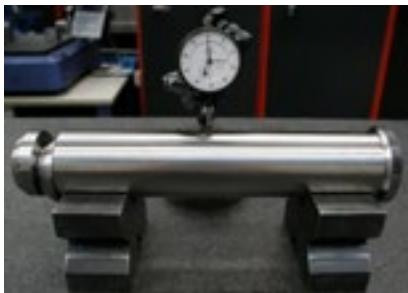

Fig.6
5.2 Mindestens alle 12 Monate eine Prüfung der Zylindrizität durchführen, um eventuelle permanente Deformationen (siehe **Fig.6**) auszuschließen: Bei Abweichungen, die größer als 0,3 mm sind, die jeweiligen Tragbolzen austauschen.
5.4 Sollten die tragenden Seile / Ketten plötzlich reißen, mit daraus folgender Überbelastung der Tragbolzen und der Tragwangen, müssen diese auf Ihre Zylindrizität (siehe **Fig.6**) geprüft werden, um evtl. Deformationen auszuschließen. Bei Abweichungen, die größer als 0,3 mm sind, die jeweiligen Tragbolzen austauschen, die Befestigungsschrauben austauschen und prüfen, ob sie korrekt gemäß der Tabelle in dieser Betriebs- und Instandhaltungsanleitung angezogen sind.
5.5 Nach unvorhergesehenen Stößen in den Anschlagbereichen während des Hebens/Bewegens/Wendens müssen die Tragbolzen auf Ihre Zylindrizität geprüft werden, um evtl. Deformationen auszuschließen. Bei Abweichungen, die größer als 0,3 mm (siehe **Fig.6**) sind, die jeweiligen Tragbolzen austauschen. Die Tragwangen einer Sichtkontrolle unterziehen, um eventuelle Deformationen auszuschließen bzw. sie bei Bedarf austauschen, die Befestigungsschrauben austauschen und prüfen ob sie korrekt, gemäß der Tabelle in dieser Betriebs- und Instandhaltungsanleitung, angezogen sind.